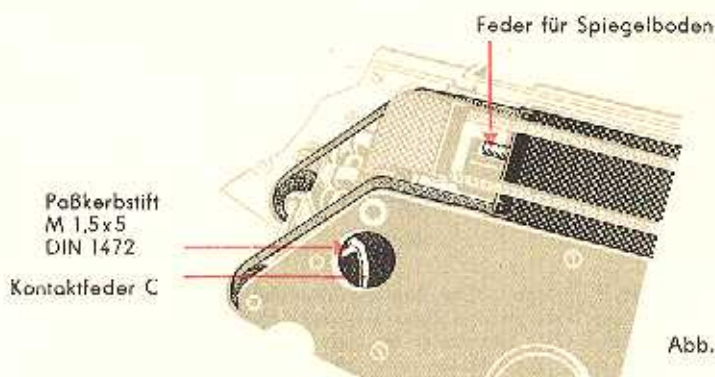

Abb. 11
Der F-Kontakt wird beim Ablaufen des Verschlusses kurzzeitig geschlossen, beim Aufziehen tritt ebenfalls eine Kontaktgabe ein. Die Kontaktgabe erfolgt durch den Paßkerbstift 1,5 x 5 DIN 1472 in der Verschußachse 300.20 und die Kontaktfeder C (s. Abb. 11).
- c) Mit dem Verschlusszeiteneinstellknopf Verschluss langsam ablaufen lassen, dabei großes (1.) Rollo 300.12 U 6 im Bildfenster beobachten. Ist das große (1.) Rollo 5 mm in das Bildfenster hineingelaufen (Rollostäbchen steht dann genau über dem Ende der linken Feder für Spiegelboden 300.23 – 8, s. Abb. 11), so muß der F-Kontakt geschlossen sein. Ist dies nicht der Fall, so wird die Kontaktfeder C dementsprechend gebogen.